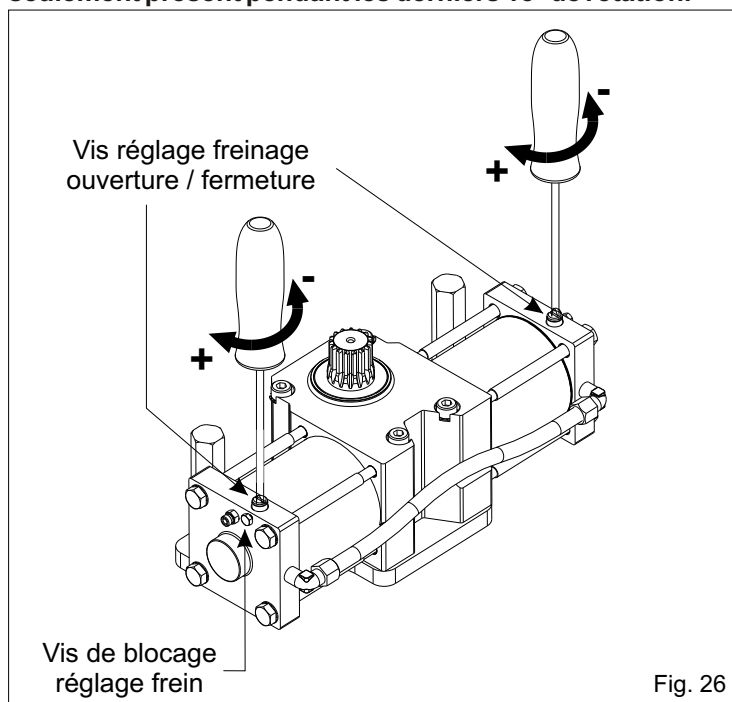

Fig. 26
8.1. Il est possible de régler le ralentissement du vantail en ouverture et en fermeture, à l'aide de la vis de réglage freinage (Fig. 26).